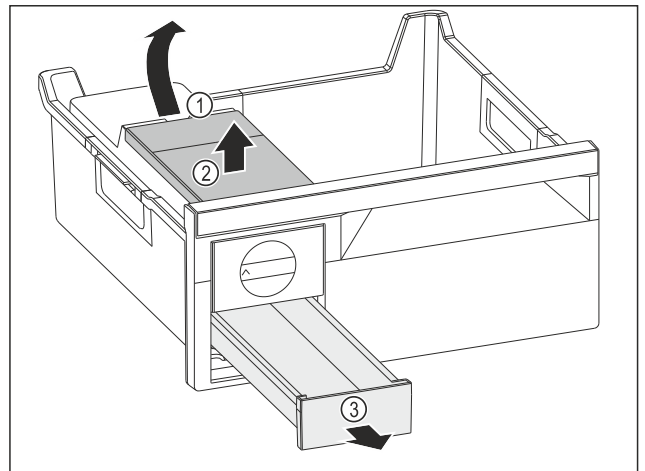

Fig. 144
- Вийняти бак для води: підняти бак для води за заглиблення Fig. 144 (1).
► Вийняти бак для води Fig. 144 (2) рухом вгору.
► Вийняти висувний ящик для кубиків льоду Fig. 144 (3) рухом вперед.